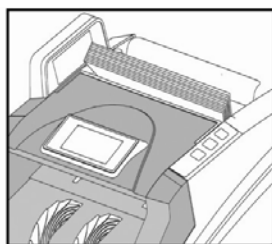
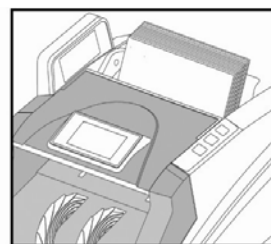

Imagen 1
Imagen 3
- ii. Los billetes deben ser correctamente colocados como se indica en las imágenes a continuación. Coloque los billetes ajustando las guías de contado al tamaño correcto (imagen 1,2). Rápidamente, incline los billetes para colocarlos sobre la superficie de la tolva, en la posición correcta de contado (imagen 3).